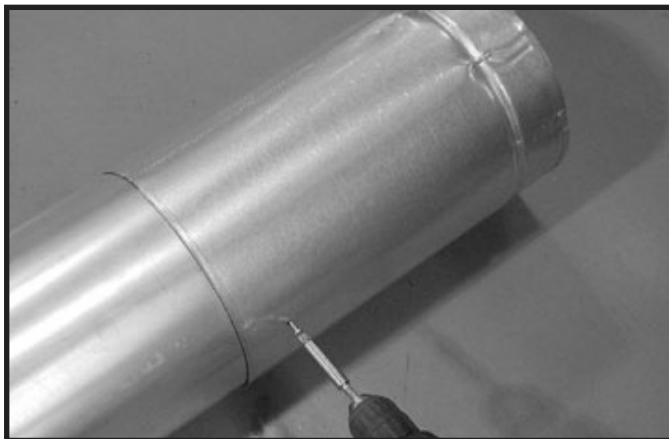

Figure 10.4 Vis sur la section coulissante
- Fixez le conduit et le tuyau coulissant avec deux vis ne dépassant pas 1/2 po (13 mm) posées dans les trous guides de la section coulissante. Voir la Figure 10.4.